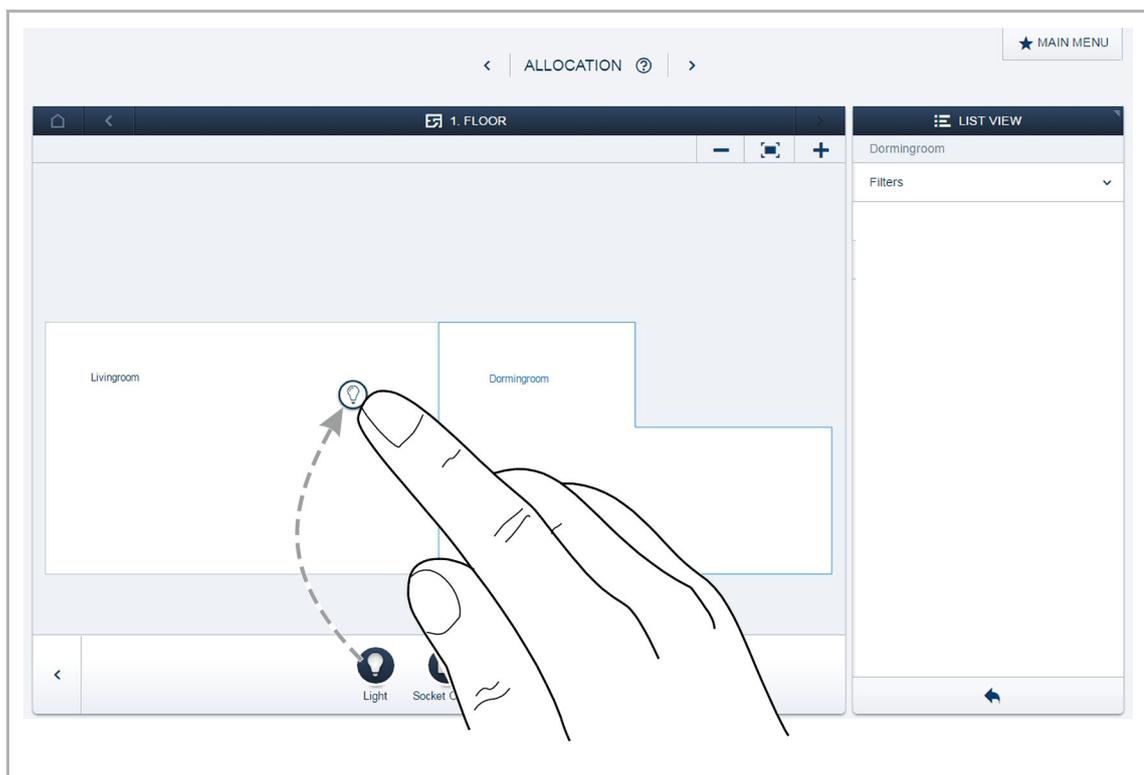

Abb. 22: Перемещение функции из панели добавления
- На панели «Добавить устройство» выберите желаемую функцию и перетащите ее символ на план помещений в рабочей области, см. рис. „Abb. 22“ на стр. 42.